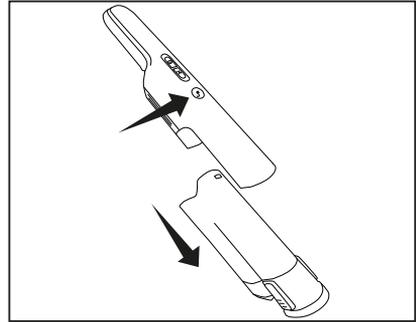

Fig. 4
1. Premere il pulsante di rimozione del contenitore per la polvere e spingere via il contenitore per rimuoverlo dall'aspirapolvere (Fig. 4).